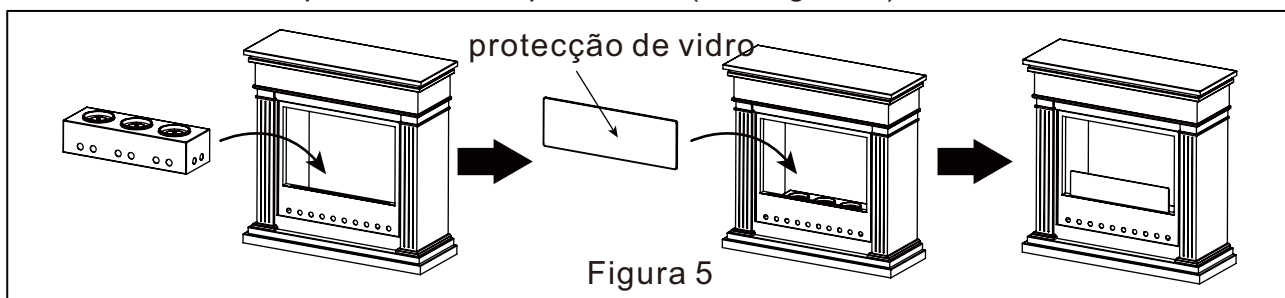

Figura 5
(2). Colocar a taça de fogo na parte inferior central do corpo da lareira e, em seguida, inserir a protecção de vidro na ranhura com cuidado e delicadeza, certificando-se de que fica direita para cima (ver Figura 5).